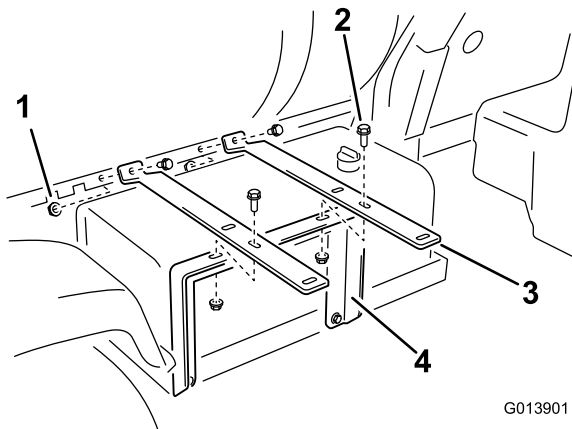

图9
2. 如图9所示,用2个凸缘头螺栓 (3/8 x 1 英寸) 和2个凸缘螺母 (3/8 英寸) 将2根软管卷箍带的两端安装在药缸鞍座的孔中。